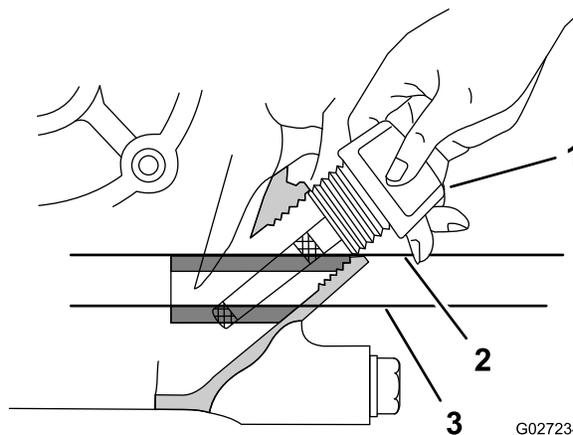

Figura 11
3. Inserite l'asta di livello dal motore, come illustrato nella Figura 11.